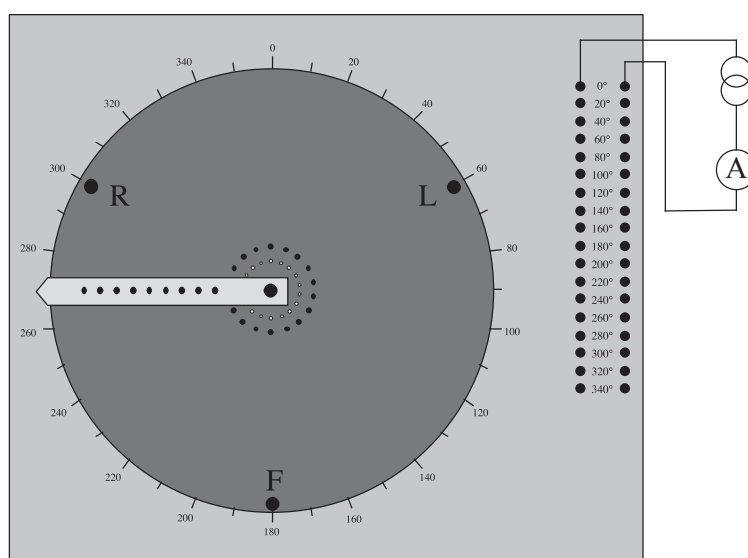

Abbildung 2.2.4: Aufbau und Beschaltung des zweidimensionalen Modells.
Die Lage der Erregungsfront am Herzen kann mit den beiden Anschlüssen einer Stromquelle verglichen werden. Die Anschlüsse für die Stromquelle der Scheibe (das „Herz“) können über 18 vorgegebene Buchsenpaare variiert werden (rechts in Abb. 2.2.4). Die Buchsenpaare sind mit 9 Schraubepaaren (Mitte) verbunden, die Kontakt mit dem Graphitpapier haben. Die Leuchtdioden auf dem Graphitpapier zeigen Ihnen an, welches Buchsenpaar Sie gerade an die Stromquelle angeschlossen haben und mit welcher Polung: die Diode leuchtet, wenn die zugehörige Schraube mit dem Pluspol verbunden ist, rot und grün, wenn sie mit dem Minuspol verbunden ist.
- Schalten Sie die Stromquelle auf *Gleichstrom* um und schliessen Sie sie über das Amperemeter an beliebiges Buchsenpaar an (siehe Abb. 2.2.4). Wählen Sie dabei aus Gründen der Übersichtlichkeit die Farbe der Kabel entsprechend der Polarität: Rote Kabel für Plus und blaue Kabel für Minus.